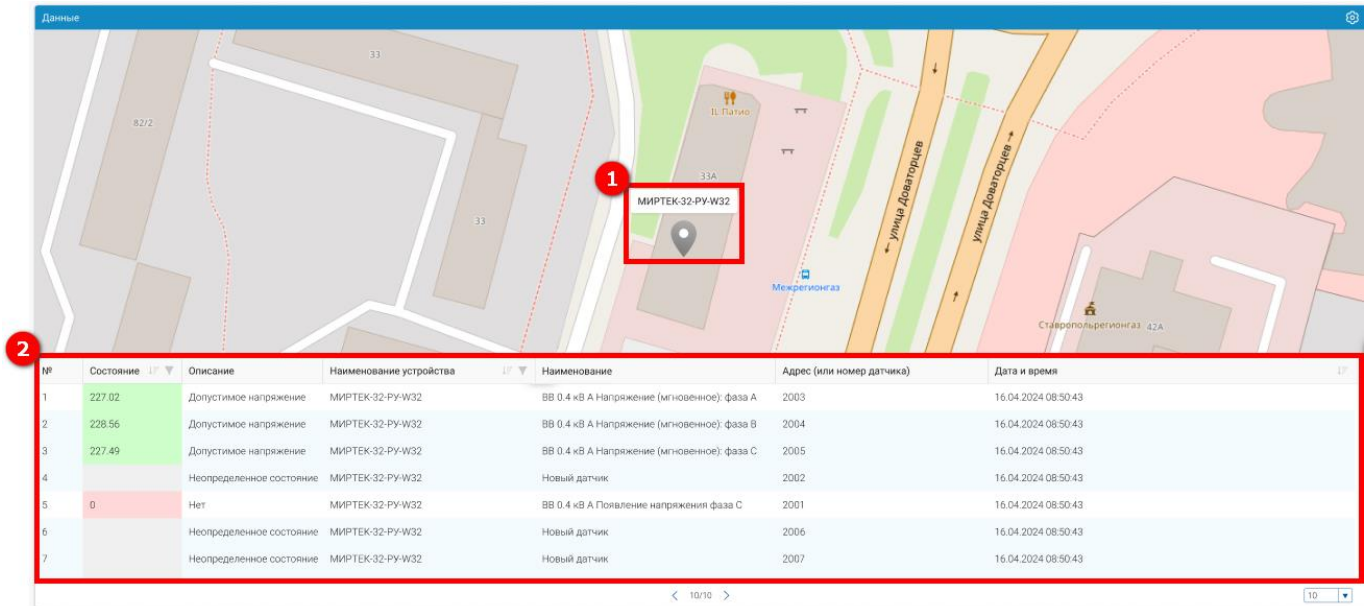

Рисунок 127 – Состояние датчика по выбранному устройству
Сигналы ТМ приборов учета на карте отображаются в виде значков. При нажатии на карту на значок (1) (см. рисунок 127) в нижней части открытой вкладки произойдет отображение информации о состоянии датчика по выбранному устройству (2).